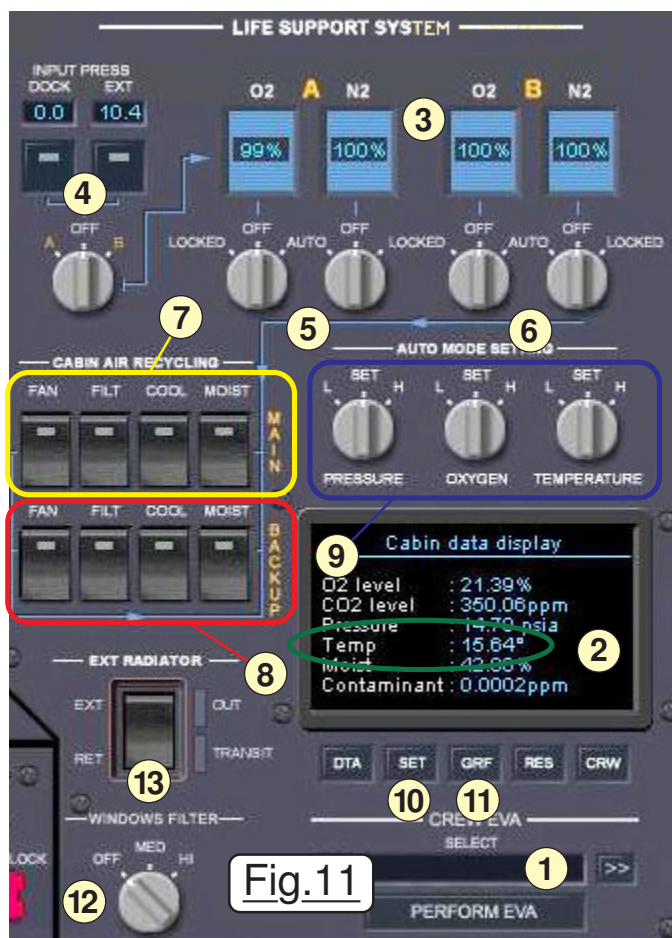

Fig.11
Préparer la machine pour son envol, c'est bien, mais il est devenu grand temps de penser au confort et à la survie de nos passagers. C'est tout aussi important. Rassurez-vous, une fois le "Life support panel" conditionné, tout sera réalisé et surveillé automatiquement. Sauf incident, on pourra oublier cet aspect des choses et se concentrer sur le pilotage proprement dit. La zone de maîtrise de l'air conditionné nommée **Life support panel** dans les check-lists est montrée sur la figure 11. Ne pas
- Déployer le radiateur externe en plaçant **EXT RADIATOR** sur **EXT**. (Bouton **13** de la Fig.11)